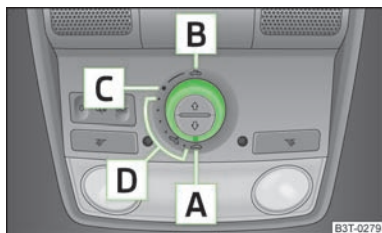

Fig. 29
Vous pouvez utiliser le contacteur rotatif pour faire commander le toit ouvrant panoramique avec store pare-soleil que lorsque le contact est mis » fig. 29. Le bouton rotatif possède plusieurs positions.
- Faites tourner le sélecteur sur la position **C** » fig. 29.